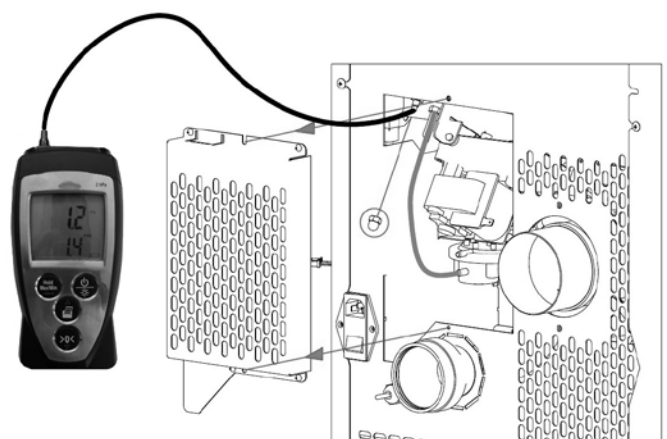

Fig. 28 - Anschluss des Digitaldruckwächters
- Über einen kleinen Schlauch einen Digitaldruckwächter zum Messen des Unterdrucks anschließen (siehe Fig. 28).